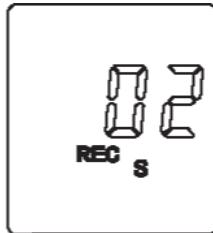

Рис.4
6. Для установки времени записи данных (на дисплее мигают значки «REC» и «S») используйте клавиши **▼** и **HOLD** возможно установить от 1 до 60 секунд. (Рис.4)